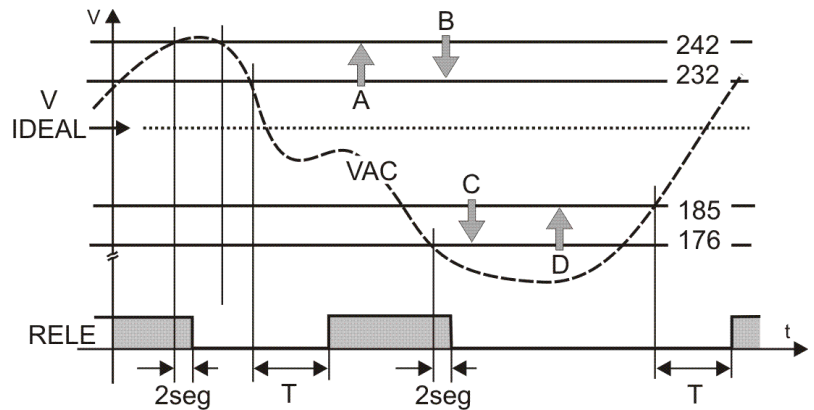

Figura 3 Umbrales de conmutación:
Los umbrales de corte y reconexión tanto para subtensión como para sobretensión se determinan en fábrica y poseen en ambos casos una histéresis de aproximadamente 10VAC, como se muestra en la figura 3. En la gráfica se muestra además el estado del relé interno, como función de los valores que adopta el voltaje medido (VAC) y de los tiempos de corte (2 seg) y reposición (T).